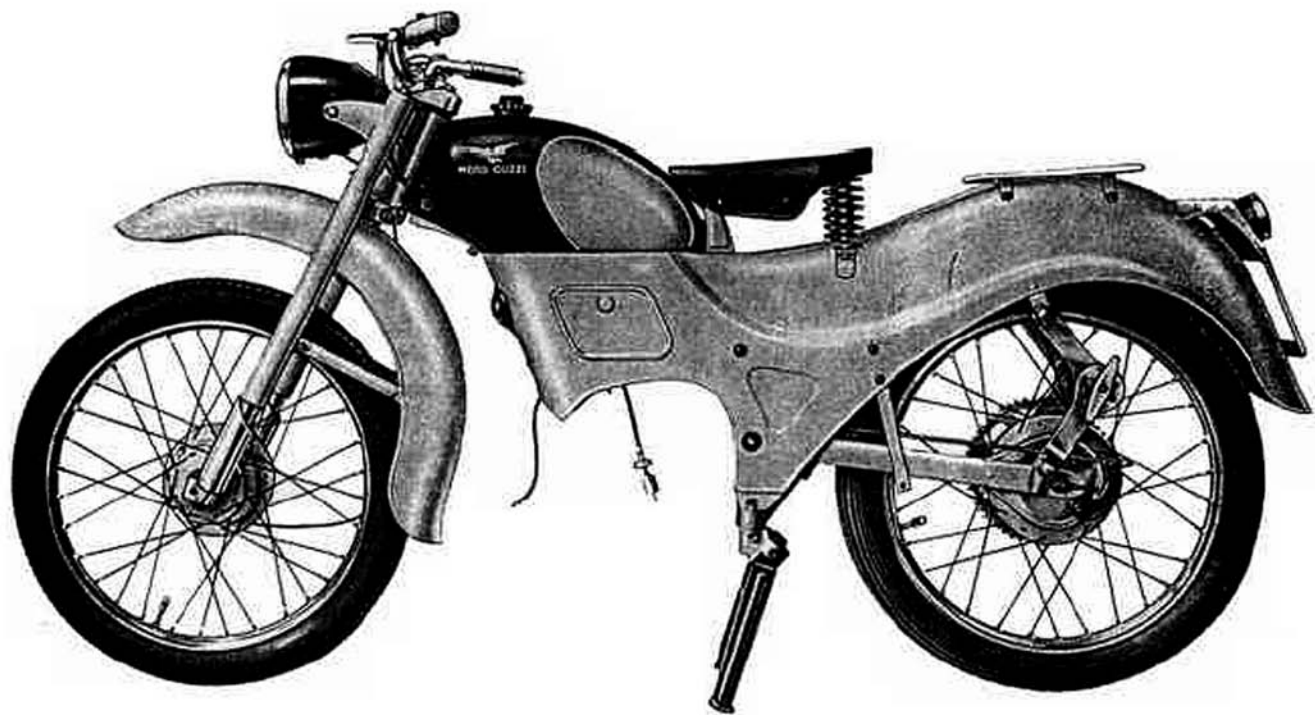

**Fig. 23 - Alternatore a volano smontato**
*Alternatore volano (vedere fig. 23).*